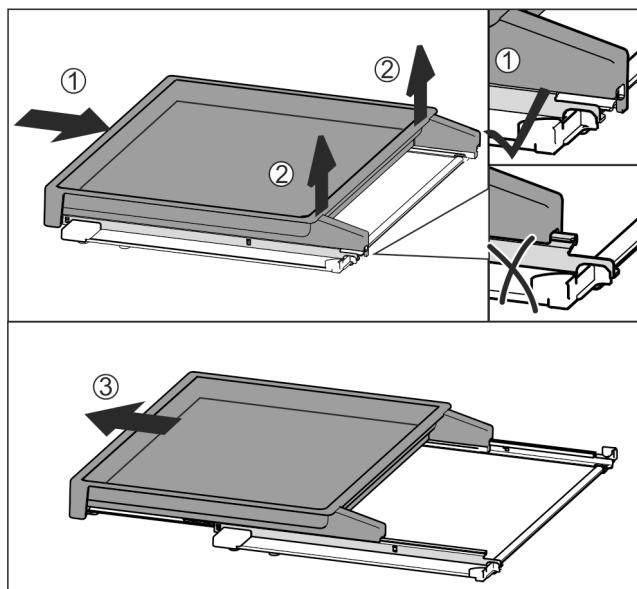

Fig. 50
- Vysouvací příhrádku zcela zasuňte Fig. 50 (1).
- Uvolněte západku na zadní straně Fig. 50 (2).
- Vysouvací příhrádku vyjměte směrem dopředu Fig. 50 (3).